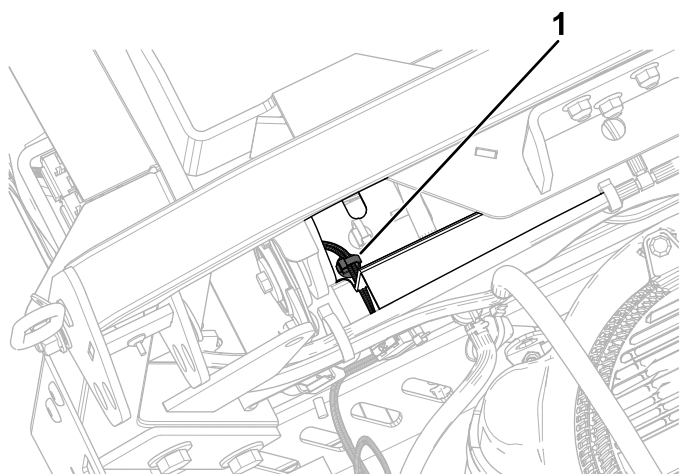

Figura 15
3. Instale o segundo fixador de pressão no suporte do depósito de combustível traseiro (Figura 15).